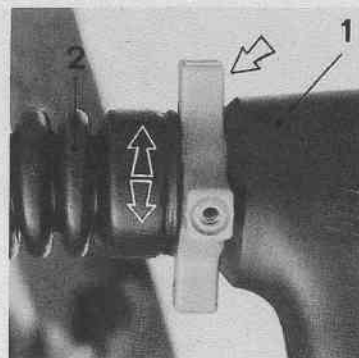

Fig. 23 - Régleur
- Désatteler la couverture pare-poussière (1 - Fig. 23).